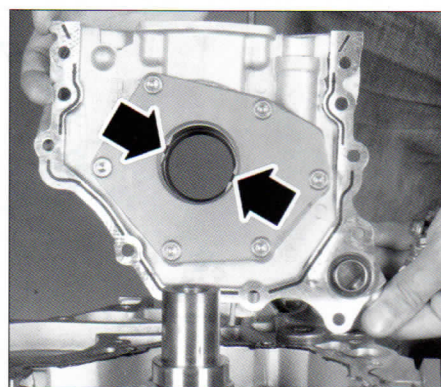

FIG. 14
- Colocar la bomba de aceite sobre el cigüeñal alineando los dos rebajes de la bomba sobre los del cigüeñal (fig. 14).